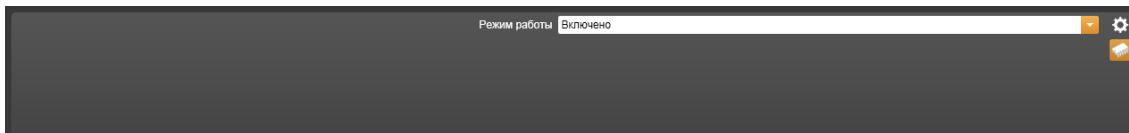

Рисунок 14.14.17 – Свойства устройства Индикатор ГК
3) **Индикатор, Выход, Реле** (Рисунок 14.14.17).